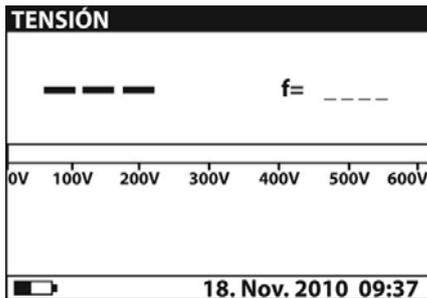

Fig. 13: Pantalla inicial medida tensión
2. Seleccione con las teclas flecha ▼ o ▲ la función "TENSIÓN" sobre el menú principal y confirme con la tecla **SELECT**. La pantalla Fig. 13 es mostrada en el instrumento